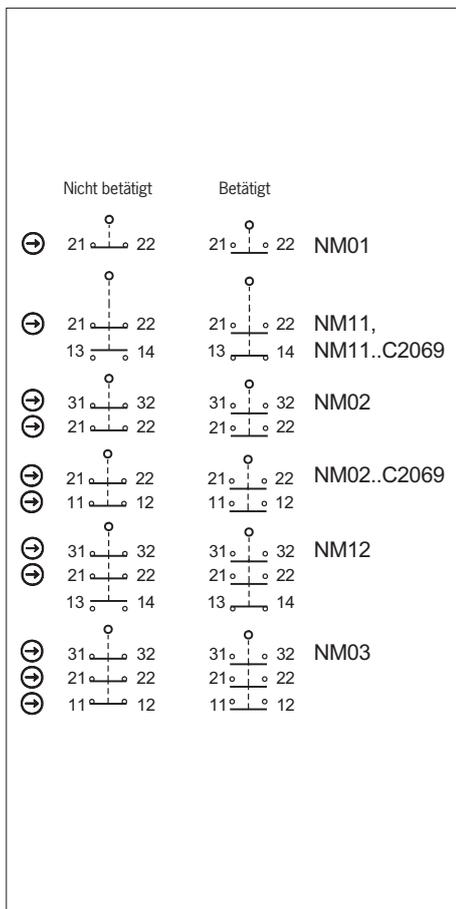

Bild 5: Schaltelemente und Schaltfunktionen
Beim Bewegen des Betätigungselements aus der Ruhestellung in die Endstellung werden die Schaltkontakte betätigt. Die Sicherheitskontakte (⊖) werden dabei zwangsweise geöffnet (siehe Bild 5).
Die detaillierten Schaltzustände für Ihren Schalter finden Sie in Bild 5. Dort sind alle verfügbaren Schaltelemente beschrieben.
Es muss mindestens ein Kontakt (⊖) verwendet werden. Dieser signalisiert die Stellung der Schutzeinrichtung (Kontaktbelegung siehe Bild 5).
3. Anschließen und Klemmen mit 0,5 Nm anziehen (Kontaktbelegung siehe Bild 5).